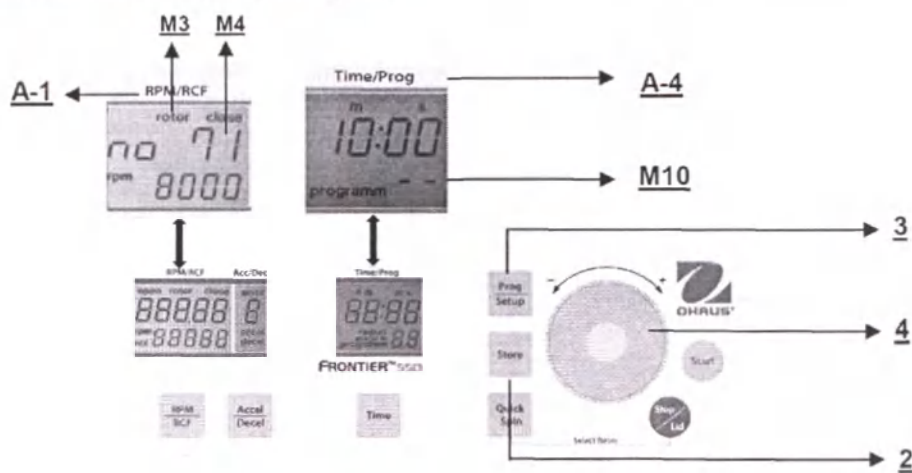

Рис. 23
Для того чтобы вызвать из памяти сохраненную ранее программу, закройте крышку центрифуги и нажмите кнопку **Prog/Setup** (3) (см. рис. 23). В поле **Time/Prog** (A-4) появится слово **programm --** (M10). С помощью сенсорного диска (4) выберите номер требуемой программы.
Для выхода из режима программирования нажмите кнопку **Prog/Setup** (3) (см. рис. 23). В поле **Time/Prog** (A-4) появится слово **programm** (M10).